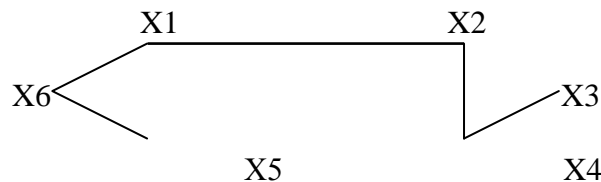

Рисунок 3 – Кратчайший остов графа
2) Из таблицы 4 выбираем ребра, которые не образуют цикл в графе и строим кратчайший остов (рисунок 3).